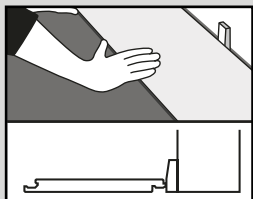

Fig. 1
1. Partiendo de un tablón/azulejo completo a lo largo de la pared, calcule cuántas anchuras hay a lo largo de la habitación. Si esto significa que habrá una estrecha fila de tablonces/azulejos a lo largo de la pared opuesta, corte la primera fila como corresponde. Instale este producto con el lado de la lengüeta/borde cortado viendo hacia la pared. Instale espaciadores de 3/16" (5mm) entre el tablón/azulejo y la pared (Fig. 1).